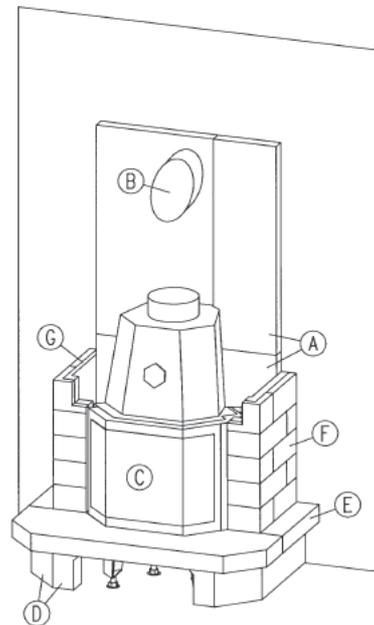

Abb. 5
- 7.1 Nun werden die Seitenteile zunächst an den dafür vorgesehenen Stellen trocken aufgesetzt. Achten sie darauf, dass zwischen den Seitenteilen und dem Rahmen des Wärmeerzeugers eine Fuge (ca. 2 mm) verbleibt, so dass sich der Wärmeerzeuger ausdehnen kann ohne die Seitenteile zu beschädigen. Unter Umständen ist es erforderlich, den Heizeinsatz noch etwas zu verrücken. (Abb. 5)
- 9.2 Um die Seitenteile vor übermäßiger Wärmeeinwirkung zu schützen, müssen diese auf der Innenseite mit 5 cm starken Gasbetonsteinen abgemauert werden. Verwenden Sie zum Verkleben der Gasbetonsteine mit den Seitenteilen Haftputz. (Abb. 5)